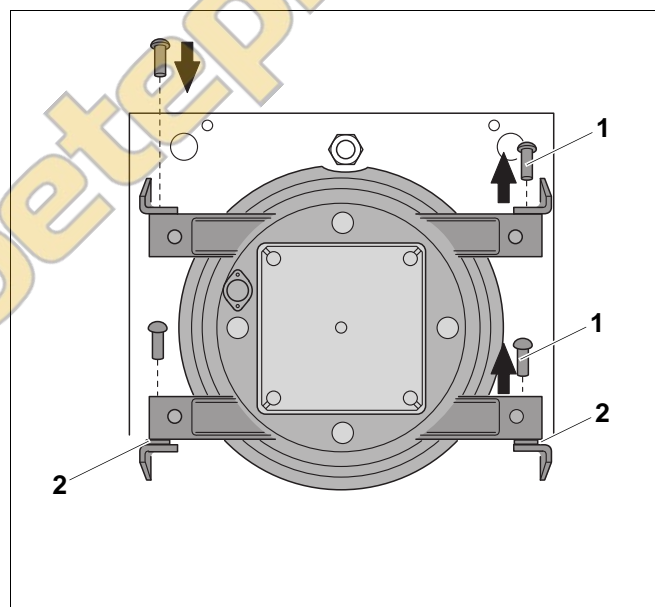

Рис. 4 Изменение стороны навески дверцы
- Выдавите шарнирные оси снизу вверх из шарниров (рис. 4, поз. 1).
- Вставьте с другой стороны шайбы (рис. 4, поз. 2) и обе шарнирные оси. Обязательно установите шайбы!